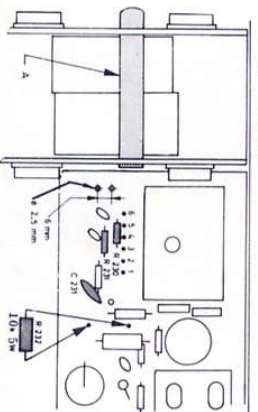

Fig. 5. Montering av kantkontakt for stereodekoder 4-2 i Huldra 8.
- Ta glasset ut av kabinettet. Fig. 5 og 6 viser MF-platen i apparatet med høyere serienummer enn 427 200. I apparatet med høyere serienummer er kondensatorene C238 og C242 montert på komponentsiden. Videre er blå og sort ledning koplet til vendersesksjonen. Punkt 6 og 7 i monteringsavvisningen kan utelates for høyere serienummer.
4. Bør et 2,5 mm hull i platen som vist på fig. 5.
8. Ta ut festebylen A (fig. 5) og monter den som vist på figuren. Plugg dekoderen inn i kantkontakten. Foliesiden skal vende mot FM-detektor boksen. Monter feste skrue fra MF-platens folieside.